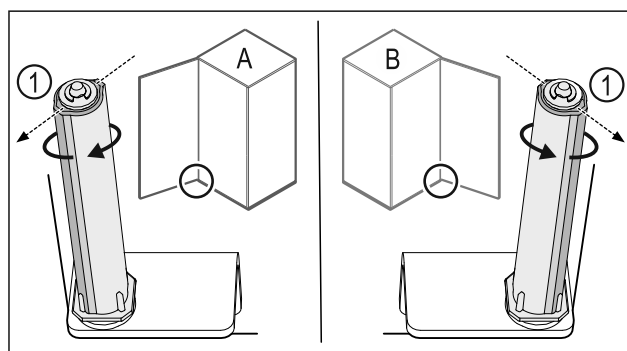

Fig. 40 Ovi avautuu vasemmalle (A) / ovi avautuu oikealle (B)
- Kierrä sulkuyksikköä vastusta vasten niin pitkälle, että sulkujärjestelmän porras Fig. 40 (1) osoittaa ulospäin.